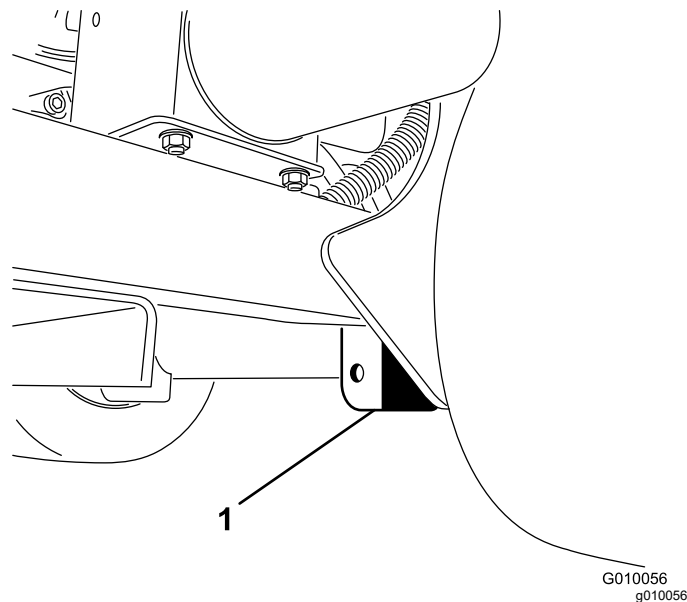

図 38
3. 後ホイールのすぐ内側にあるフレームプレートの下にジャッキを確実に置く 図 38。